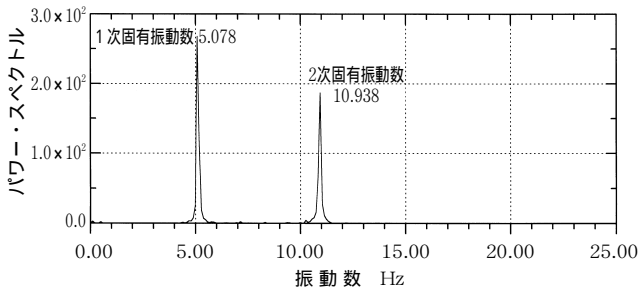

図4 FFT解析結果
3) 高速フーリエ変換(FFT)を実施し、振動のピーク(固有振動数)を検出する(図4参照)。